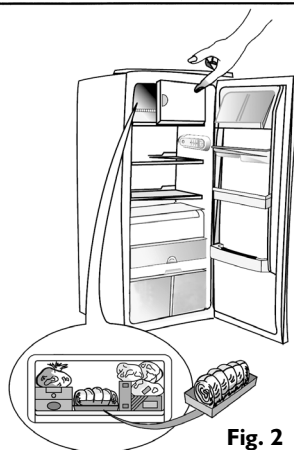

Fig. 2
- La posizione consigliata per gli alimenti da congelare è come in **fig. 1** se è presente la griglia o nel caso in cui la griglia non sia in dotazione, come in **fig. 2**.
- B** Mettere gli alimenti nel mezzo del comparto **❄️** senza che questi vengano a contatto con quelli già congelati, mantenendo una distanza di circa 20 mm (**fig. 2**).